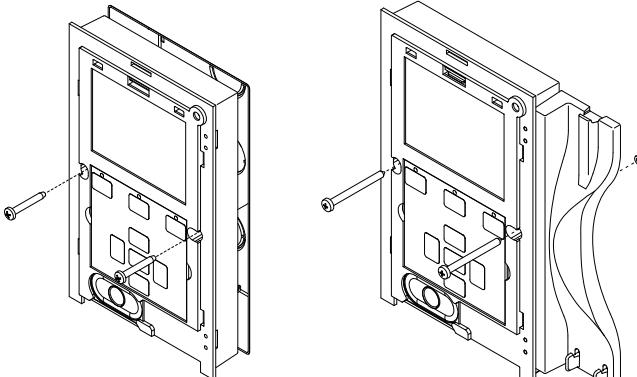

Fig. 3
3. Comme illustré sur la **Fig. 3**, après avoir effectué tous les raccordements, procéder à la fixation du vidéophone sur le boîtier d'encastrement à l'aide des 2 vis fournies avec un tournevis cruciforme ;
Pour éviter tout dysfonctionnement, ne serrez pas trop les vis de fixation indiquées sur la figure. 3.